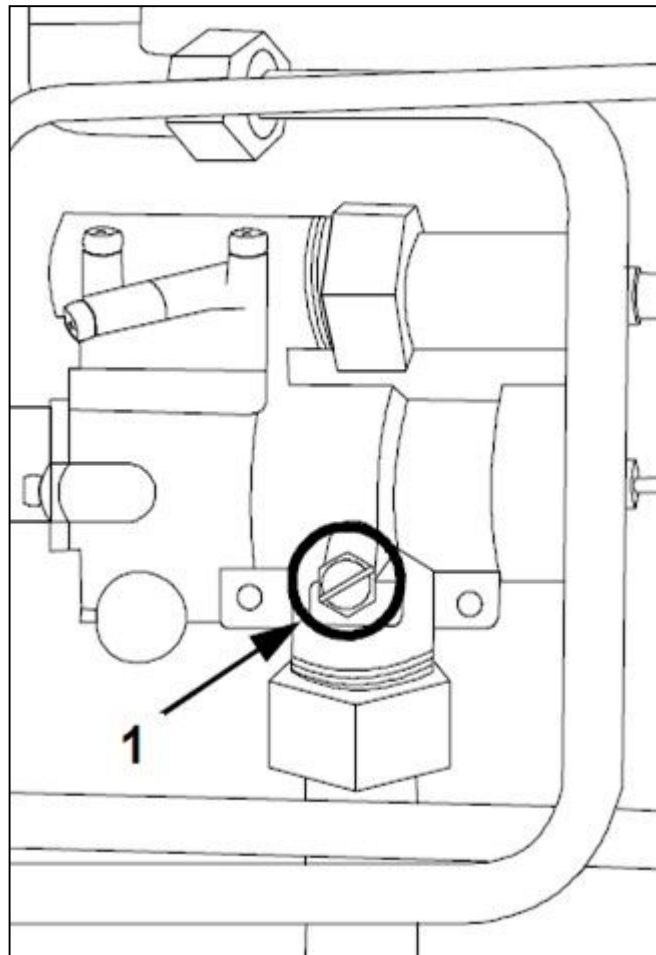

ABB.7
- 2) Halteschraube vom Sicherheitsventil (Hauptventil) entfernen; (ABB. 7-Ref. 1)
- 7) Ziehen Sie die Gewindeschraube des Versorgungsdrucks wieder an (ABB. 7-Bez. 1);